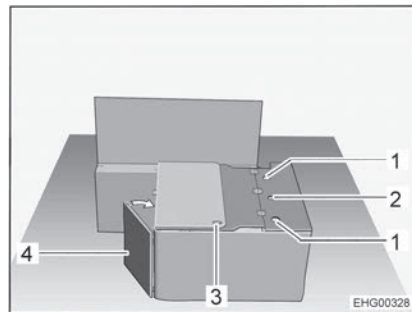

Fig. 24 Pendant la transformation
- Faire pivoter la paroi avant du coffre de banquette (Fig. 24,4) en direction de la paroi latérale.
- Faire passer la ceinture de sécurité avec boucle de fermeture à travers l'ouverture (Fig. 24,3) du couvercle du coffre de banquette.
- Emboîter le dossier du siège emboîtable dans les fixations latérales (Fig. 24,1) et serrer à la main la vis à poignée étoile dans la fixation du milieu (Fig. 24,2).